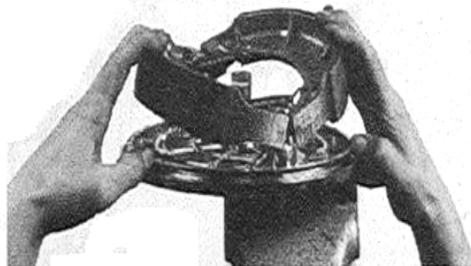

Bild 212
- Federn an Bremsbacken einsetzen und Bremsbacken wie in Bild 212 gezeigt an Bremsankerplatte anbringen.